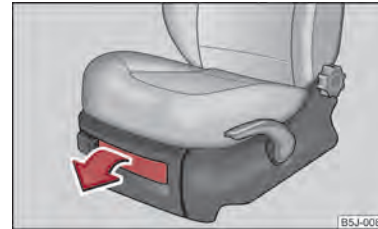

Fig. 68 Scaun față: Compartimentul de depozitare
- Pentru deschiderea capacului, apăsați pe încuietoare și trageți capacul ⇒ fig. 68.